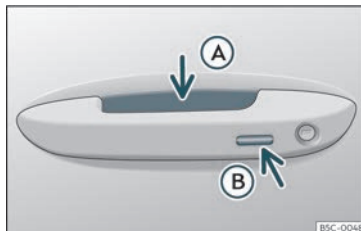

Fig. 81 Asa da porta:superficies sensoras
»» fig. 81
- Agarre o asa dunha das portas dianteiras. Ao facelo tocará a superficie do sensor»» fig. 81 (A) (frecha) da asa e desbloqueará o vehículo.
- Prema *unha* vez a superficie sensora de bloqueo»» fig. 81 (B) (frecha) da asa dunha das portas dianteiras. A porta cuxa asa estea activada deberá estar pechada.
- Toque *unha* vez a superficie sensora»» fig. 81 (B) (frecha) da asa dunha das portas dianteiras. O vehículo bloqueáase co sistema de seguridade "Safe"»» páx. 106. A porta cuxa asa estea activada deberá estar pechada.
- Toque *dúas* veces a superficie sensora»» fig. 81 (B) (frecha) da asa dunha das portas dianteiras para bloquear o vehículo sen activar o sistema de seguridade "Safelock"»» páx. 106.
- Prema o botón de peche  do mando a distancia e toque unha vez, nos 5 segundos seguintes, a superficie sensora de bloqueo da asa da porta do condutor»» **fig. 81** . Non agarre a asa da porta, pois de ser así, o vehículo non se bloqueará. Tamén se pode realizar a desactivación se o vehículo está bloqueado a través da pechadura da porta do condutor.
Para **pechar coa función de confort** todas as fiestras eléctricas e o teito de vidro, manteña un dedo durante uns segundos sobre a superficie sensora de bloqueo»» **fig. 81**  (frecha) da asa da porta ata que se pechen as fiestras e o teito.
As superficies sensoras das asas das portas poderían activarse ao recibir un chorro de auga ou de vapor a gran presión en caso de que houbera algunha chave do vehículo válida na zona próxima. Se polo menos unha das fiestras con alzávidros eléctrico está aberta e a superficie sensora»» fig. 81 ⓘ (frecha) dunha das asas está activada de forma permanente, pecharanse todas as fiestras.
- **OU BEN:** toque dúas veces a superficie sensora situada na parte exterior da asa da porta»» fig. 81 .